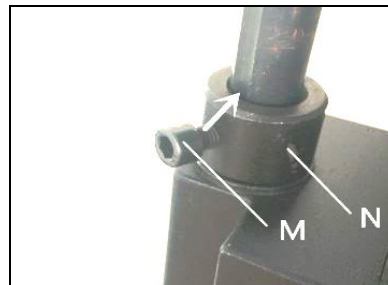

Fig 6.2
2. Wenn sowohl interne als auch externe Abschirmung keinen ausreichenden Schutz bieten kann, so lösen Sie die Verriegelungsschraube (M) am Einstellring (N), um den Bohrfutterschutz in die richtige Position zu bewegen.
Hinweis: Stellen Sie sicher, dass die Schraube (M) an der Nut ausgerichtet ist (durch Pfeil angezeigt), sonst wird der Verriegelungsschalter beim Öffnen des Bohrfutterschutzes nicht ausgelöst (Fig. 6.2).